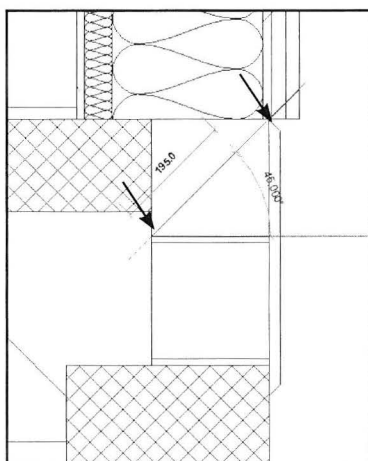

Fig. 15.18. Start linien i et hjørne af blokken og før den op diagonalt til modsatte hjørne. Tryk Esc en enkelt gang og gør det samme ved den anden blok.
- Start med at tegne i den ene blok, ved at klikke i et hjørne af blokken og igen klikke i det diagonalt modsatte hjørne (Fig. 15.18).